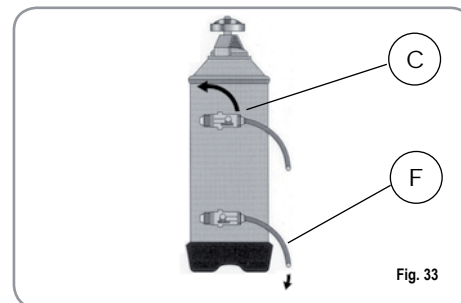

Fig. 33
2) Colocar nuevamente el tapón y llevar la palanca C hacia la izquierda (Fig. 33), dejando descargar el agua salada del tubo F para que no se vuelva dulce aproximadamente 1/2 hora.